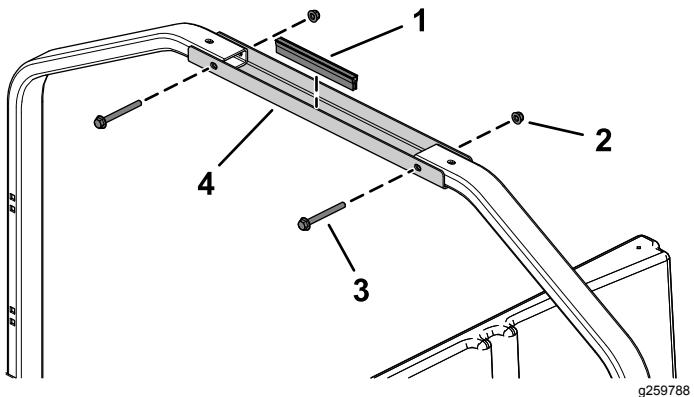

Bild 13
2. Befestigen Sie die die Rohrhalterung mit zwei Bundkopfschrauben (5/16" x 3") und vier Bundmuttern (5/16") an den hinteren Befestigungsrohren, wie in Bild 13 dargestellt.
3. Montieren Sie die Blendendichtung an der Rohrhalterung (Bild 13).